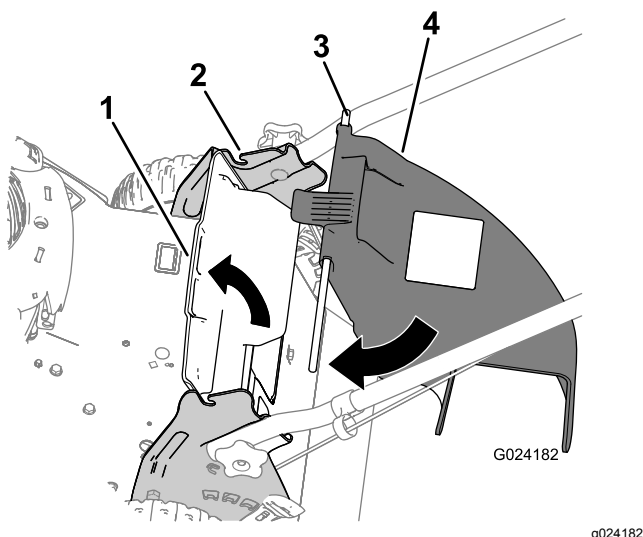

Bild 15
1. Heben Sie das hintere Ablenkblech an (Bild 15).
2. Setzen Sie die Stangenenden des Seitenauswurfkanals in die Kerben an den Holmhalterungen (Bild 15).